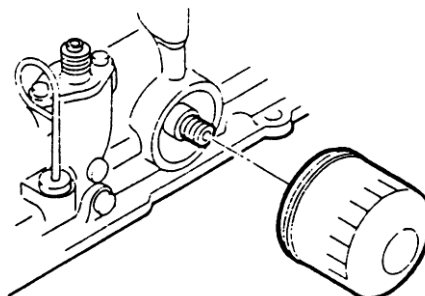

Fig. 7.1
### (2) Changer le filtre à huile (Fig. 7.1):